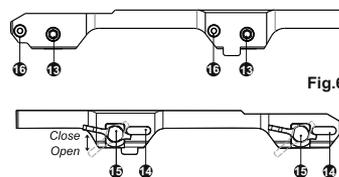

Fig.6
- Déplacer les attaches (**15**) sur la position "OUVERTE" et libérer les écrous de retenue (**13**) des attaches (**15**) à l'aide de la clé à écrou hexagonal S5 (**Fig.6**).
- Placez les attaches (**15**) de "OUVERTE" à "FERMÉE" (**Fig. 6**).